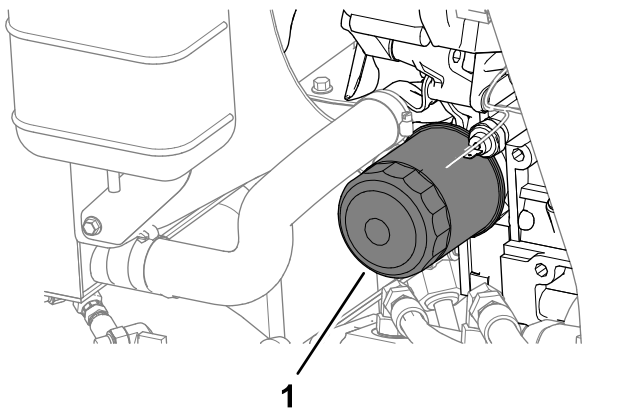

Bild 74
4. Entfernen Sie den Ölfilter (Bild 74).